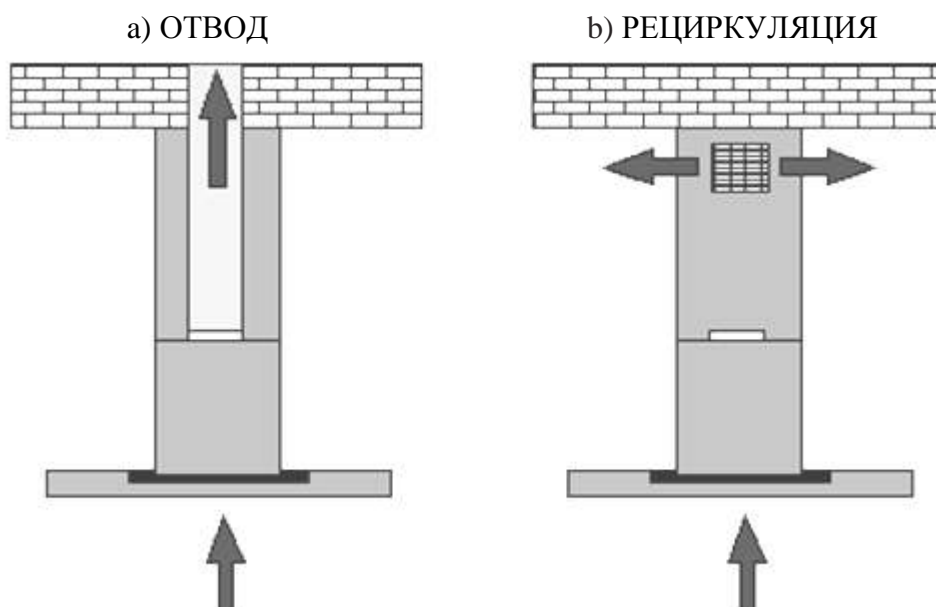

Рис. 7
1) Отвода (рис. 7а) – воздух удаляется из помещения через соединение вытяжки с вентиляционным каналом жестким пластиковым воздуховодом или гофрированным шлангом диаметром 150 мм. И, таким образом, все кухонные испарения, запахи, гарь и копоть, проходя через многоразовые алюминиевые жироулавливающие фильтры, выводятся за пределы помещения. При данном режиме работы нет необходимости устанавливать угольные фильтры. Режим отвода является наиболее эффективным, поскольку вытяжка удаляет все кухонные испарения за пределы кухни в вентиляционную шахту.
2) Рециркуляции (рис. 7б) – внутренняя циркуляция воздуха через угольные фильтры (рис. 8). Вытяжка в данном случае не подключается к вентиляционной шахте и, таким образом, воздух просто прогоняется через вытяжку внутри кухни.